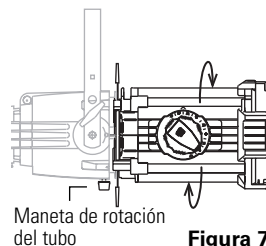

Figura 7
1. Afloje la maneta de rotación del tubo que se encuentra directamente detrás de las cuchillas en la parte inferior de la cubierta del reflector. Ver la **Figura 7**.